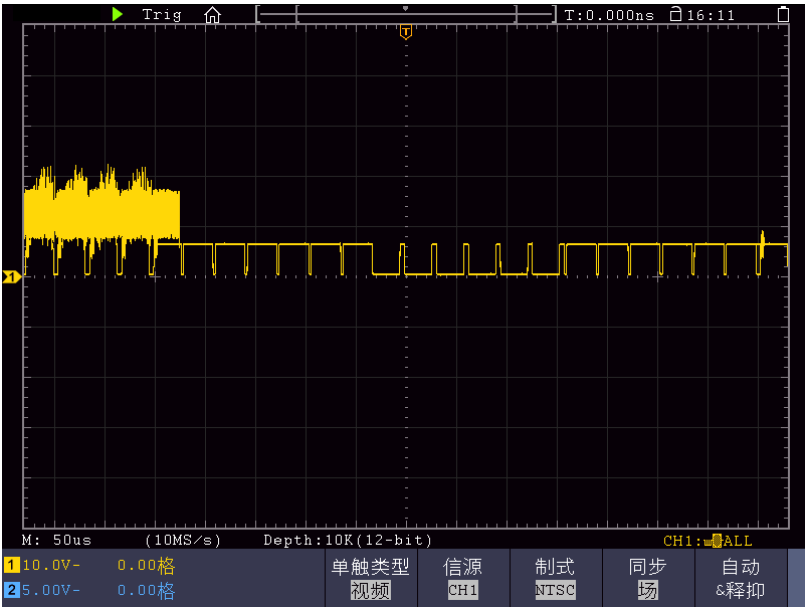

图 9-7：视频场触发波形
- (1) 按 **触发菜单** 按键, 显示触发菜单。
- (2) 在下方菜单中选择 **类型**。在右侧菜单中选择 **单触**。
- (3) 在左侧菜单中选择触发模式为 **视频**。
- (4) 在下方菜单中选择 **信源**, 在右侧菜单中选择 **CH1**。
- (5) 在下方菜单中选择 **制式**; 在右侧菜单中选择 **NTSC**。
- (6) 在下方菜单中选择 **同步**; 在右侧菜单中选择 **场**。
- (7) 调整 **垂直 档位**、**垂直位移** 和 **水平 档位** 旋钮以得到合适的波形显示。
- 见图 9-7: